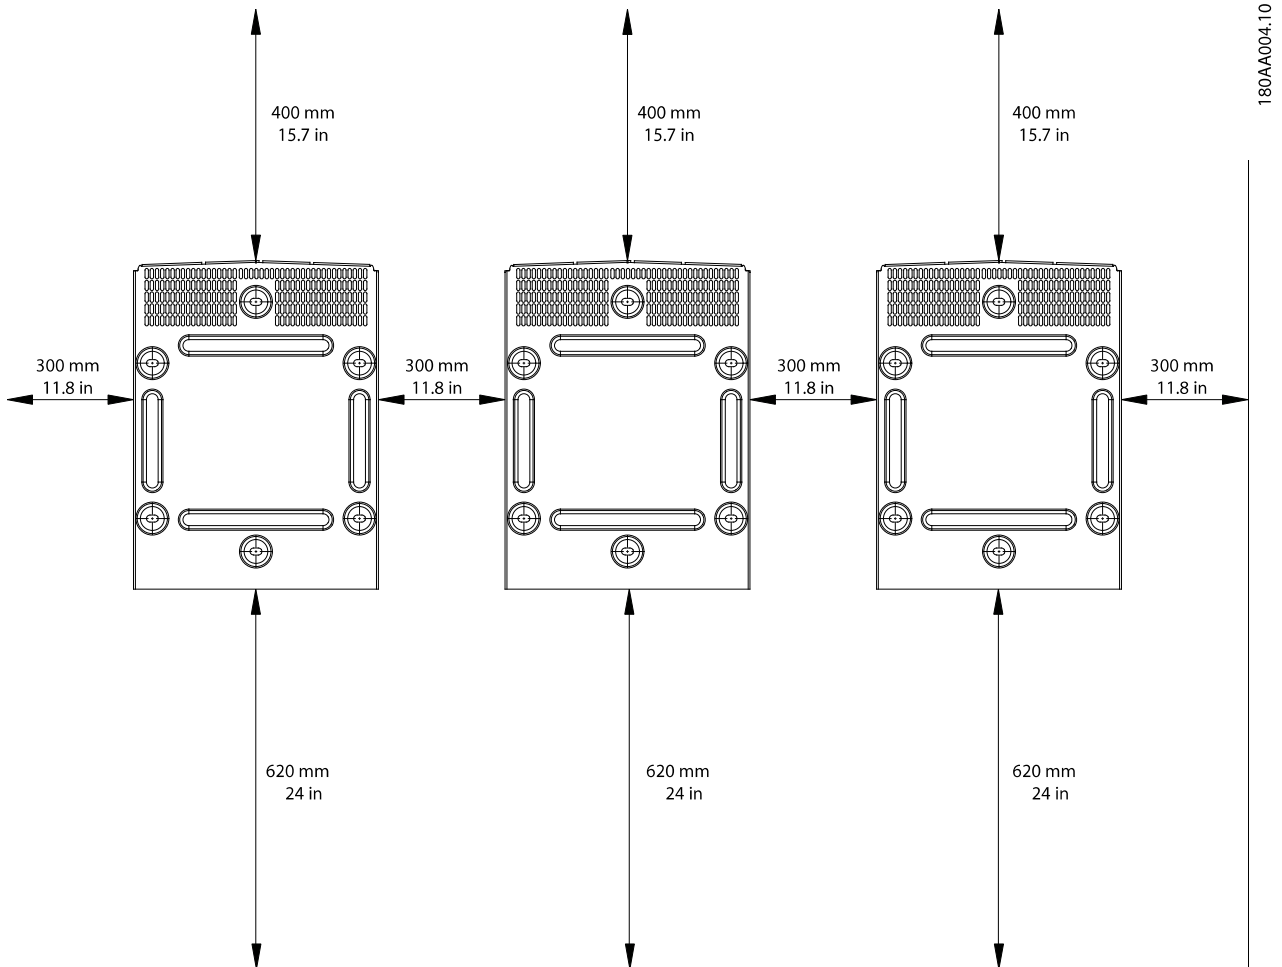

Abbildung 2.8 Sicherheitsabstände
- Bei der Installation eines oder mehrerer Wechselrichter die Sicherheitsabstände einhalten, um eine ausreichende Luftströmung sicherzustellen. Die Abstände sind in *Abbildung 2.8* und auf dem Schild der Befestigungsplatte angegeben.